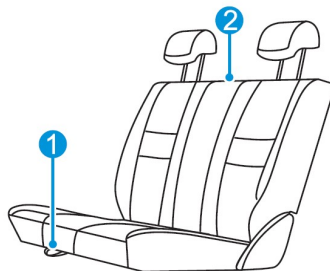

Figura 1
1. La figura 1 muestra el estado de uso normal de la silla de fila segunda, para doblar la silla, de primero, debe ajustar el cabezal a la posición más baja;